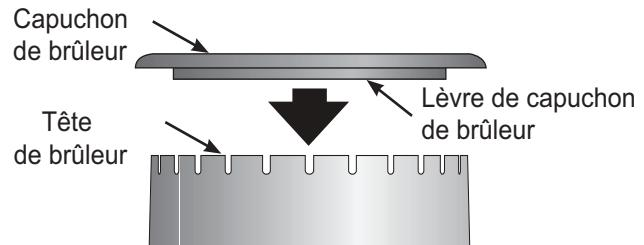

Figure 18 :Capuchon de brûleur
1. Retirer le capuchon de la tête de brûleur (voir Figure 18). Nettoyer le capuchon à l'eau chaude savonneuse et sécher soigneusement.